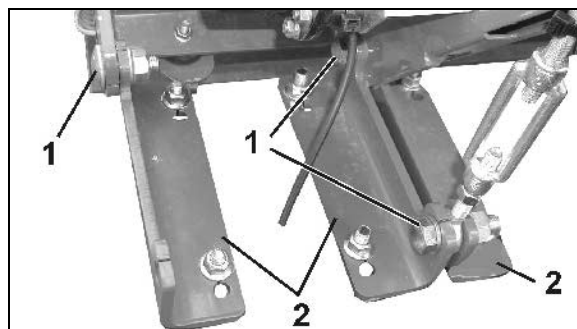

Fig. 25
- 3.2 Til højre: Løsn tre forskruninger (Fig. 25/1), og tag tre koblingsdele (Fig. 25/2) af.